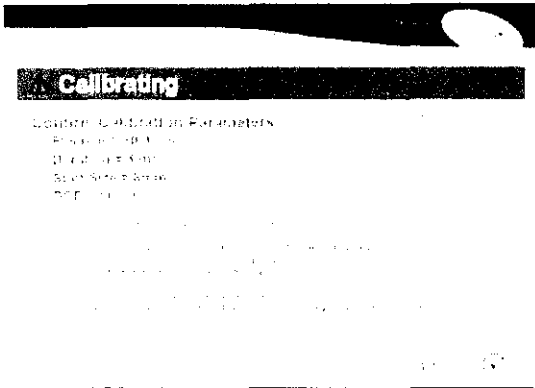

Figura 3-14: Parámetros de confirmación de calibración
21. Seleccione el botón de calibración en la pantalla principal. Aparece la pantalla de calibración (consulte la Figura 3-14).